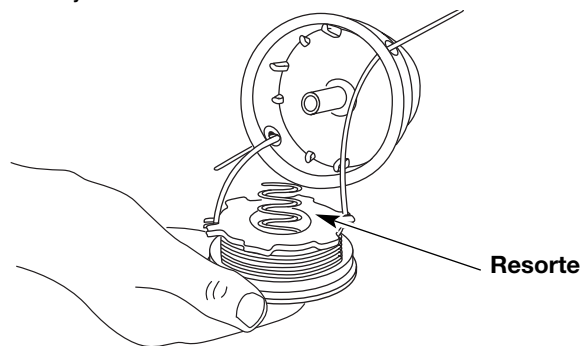

Fig. 20
13. Inserte los extremos de la línea a través de los ojillos de la bobina exterior y coloque el carrete interior con el resorte dentro de la bobina exterior (Fig. 20). Empuje el carrete interior y la bobina exterior entre sí. Mientras sostiene el carrete interior y la bobina exterior, tome los extremos y tire con firmeza para soltar la línea de las ranuras de fijación de la bobina.
5. Inserte los extremos de la línea en los ojalillos de la bobina exterior (Fig. 20).